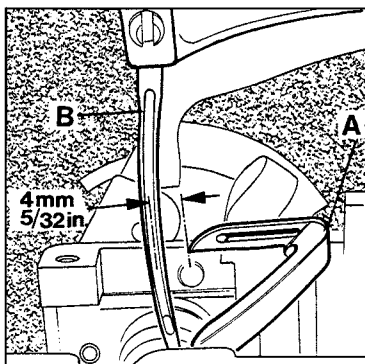

Fig.6
Set the looper (A, Fig. 6) so that the distance from the center of the needle (B) to the point of the looper is not less than 4 mm (5/32") when the looper is at its farthest end position from the needle. Looper gauge No. 21225-4/4.4 can be used advantageously in making this setting.
Ajustar el looper (A, Fig. 6) de manera tal que la distancia entre el centro de la aguja (B) y la punta del looper no sea menos de 4 mm en el momento cuando el looper esta en su distancia máxima a la aguja. El calibrador de looper parte No. 21225-4/4.4 se recomienda para realizar este ajuste.
Ajustar el looper (A, Fig. 6) de manera tal que la distancia entre el centro de la aguja (B) y la punta del looper no sea menos de 3,6 mm en el momento cuando el looper esta en su distancia máxima a la aguja. El calibrador de looper parte No. 21225-4/4.4 se recomienda para realizar este ajuste.